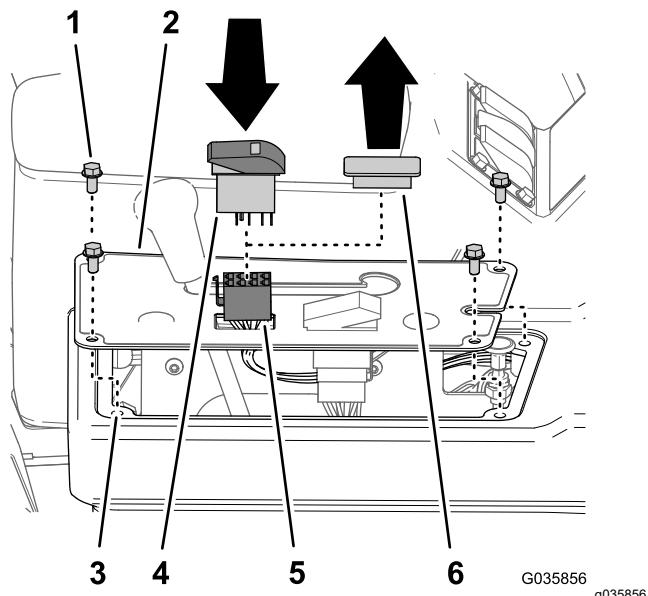

Figura 33
1. Se montati, rimuovete i 4 bulloni a testa flangiata ($\frac{1}{4}$ " x $\frac{1}{2}$ ") che fissano il coperchio del pannello alla parte superiore della consolle, come illustrato nella Figura 33.
2. Rimuovete il tappo dell'interruttore dal coperchio del pannello della consolle (Figura 33).
3. Allineate e collegate il connettore a 8 prese del cablaggio preassemblato del kit di finitura Ultra Sonic Boom attraverso l'apertura nel coperchio del pannello (Figura 33).
4. Collegate il connettore a 8 prese del cablaggio preassemblato del kit di finitura Ultra Sonic Boom indicato come SONIC MODE MANUAL VS. AUTO all'interruttore a bilanciere (Figura 33).
5. Inserite l'interruttore a bilanciere nell'apertura del pannello del cruscotto fino a quando l'interruttore non scatta saldamente in posizione (Figura 33).
6. Allineate i fori nel coperchio del pannello con i fori nella parte superiore della consolle (Figura 33).
7. Fissate il pannello alla consolle con i bulloni (Figura 33) rimossi al passaggio 1.